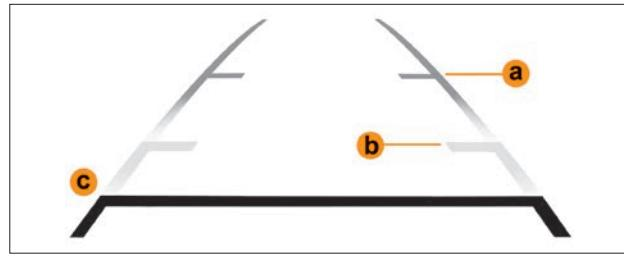

Рис. 5.14.1. Парковочный коридор камеры заднего вида (в вариантном исполнении)
**Изображение статических парковочных линий (рис. 5.14.1):**